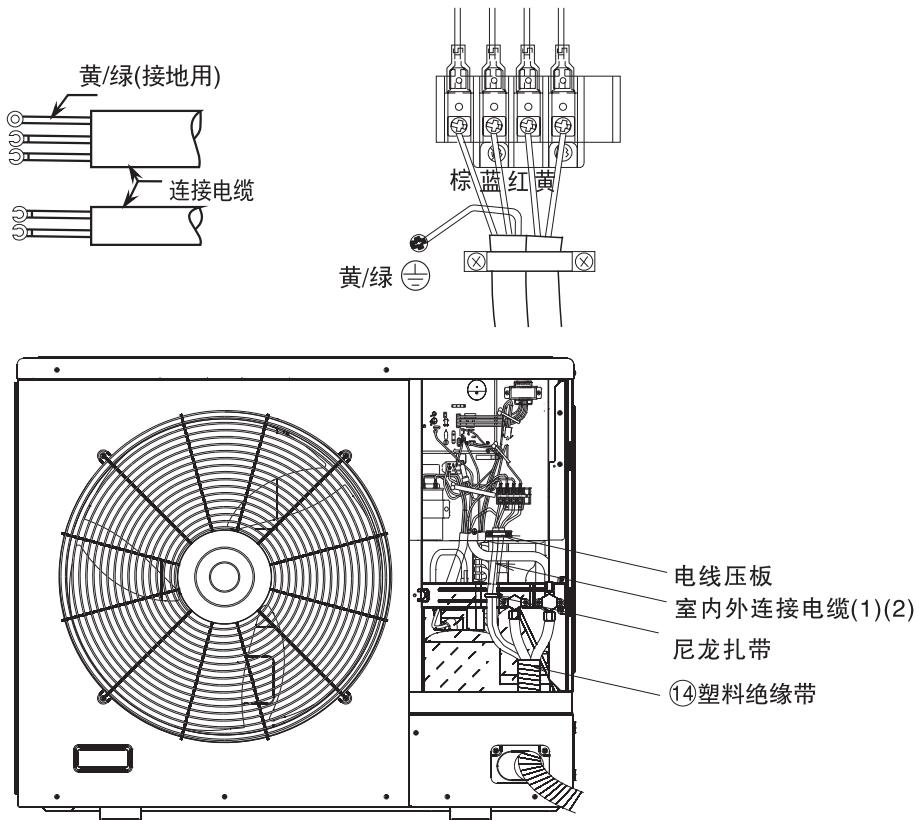

图 24
- (1) 参照P22页“连接盖板的拆卸”内容，将连接盖板拆除。
- (2) 将连接电缆穿过连接管盖板，再穿过阀门安装板上的扎带，待接线完毕后再将扎带拉紧，并将扎带多余部分剪掉。
- (3) 把连接电缆按电气接线图所示正确地牢固连接。（紧固力矩为0.8~1.5N·m）
- (4) 用电线压板将连接电缆压住后，用螺钉紧固，如图24。